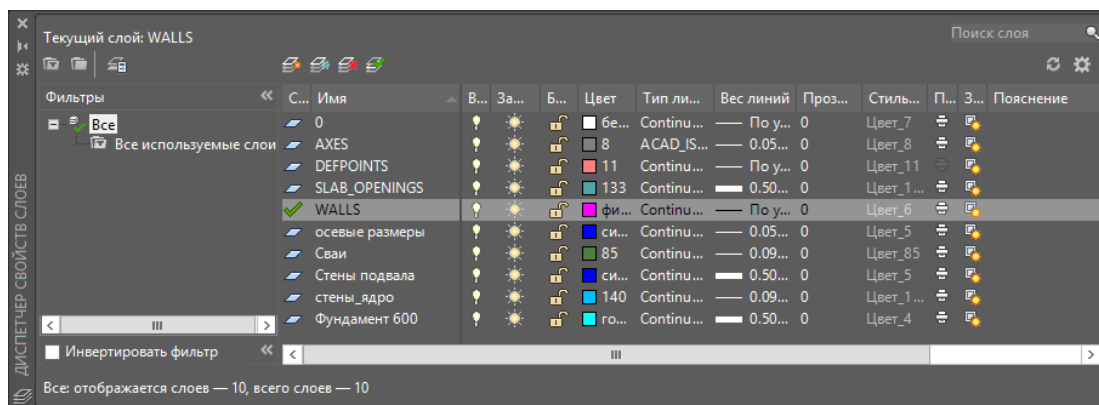

Рис.14.5. Диспетчер свойств слоев AutoCAD и новый слой WALLS.
- В раскрывающемся списке выберите команду  - **Новый слой стен**. В Диспетчере свойств слоев AutoCAD (рис.14.5) создается новый слой **WALLS** и автоматически назначается текущим.